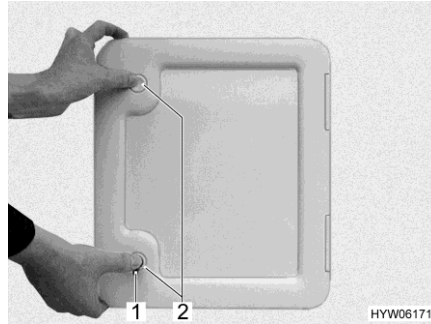

Fig. 287 Sportello per il serbatoio fecale
- Aprire lo sportello per il serbatoio fecale all'esterno del veicolo. Inserire la chiave nel cilindro della serratura a pressione (Fig. 287,1 o Fig. 288,1 o Fig. 289,1) e ruotare in senso orario di un quarto di giro.